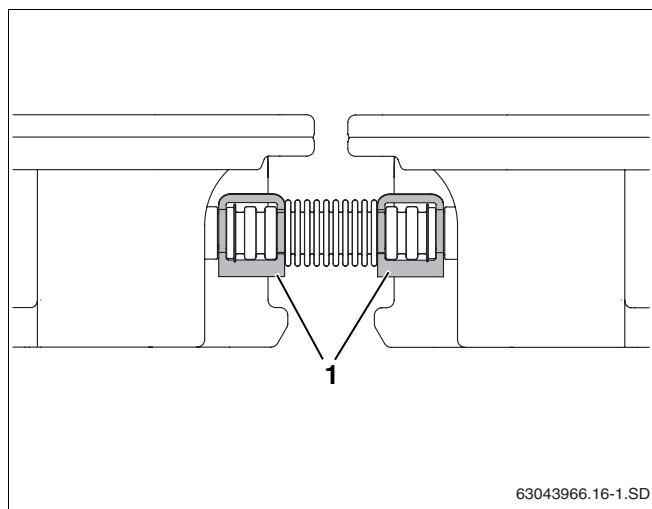

Fig. 50 Unión de tubo ondulado asegurada con abrazaderas
- ▶ Asegure cada caperuza de cierre con una abrazadera y cada unión de tubo ondulado con dos abrazaderas (fig. 50, **pos. 1**).